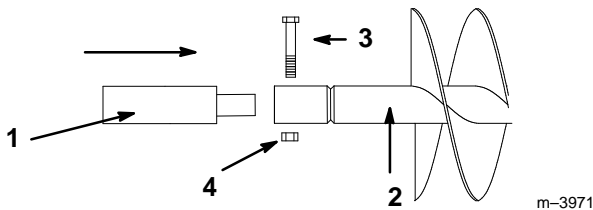

Abbildung 5
4. Wenn zusammen mit dem Bohrer eine Verlängerung verwendet wird, das Ende der Verlängerung in das Ende des Bohrers stecken und den Bohrer mit 7/8"-9 x 4-1/2"-Schraube und 7/8"-11-Mutter am Antriebskopf befestigen (Abb. 5).